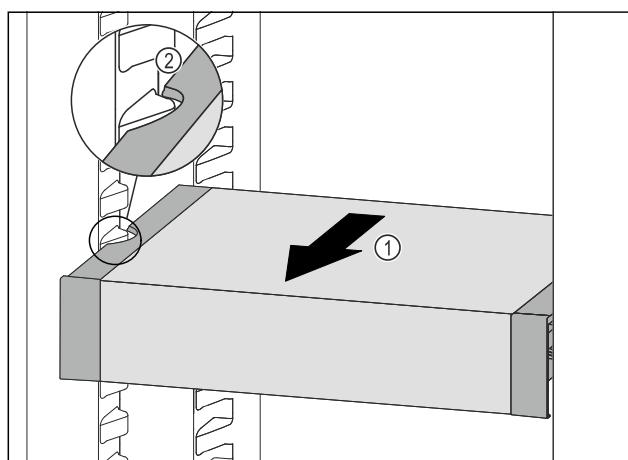

Fig. 118
- ▶ 向前拉动 VarioSafe Fig. 118 (1)，直至 VarioSafe 的侧部凹槽与冷藏区中的容器肋梁持平。Fig. 118 (2)